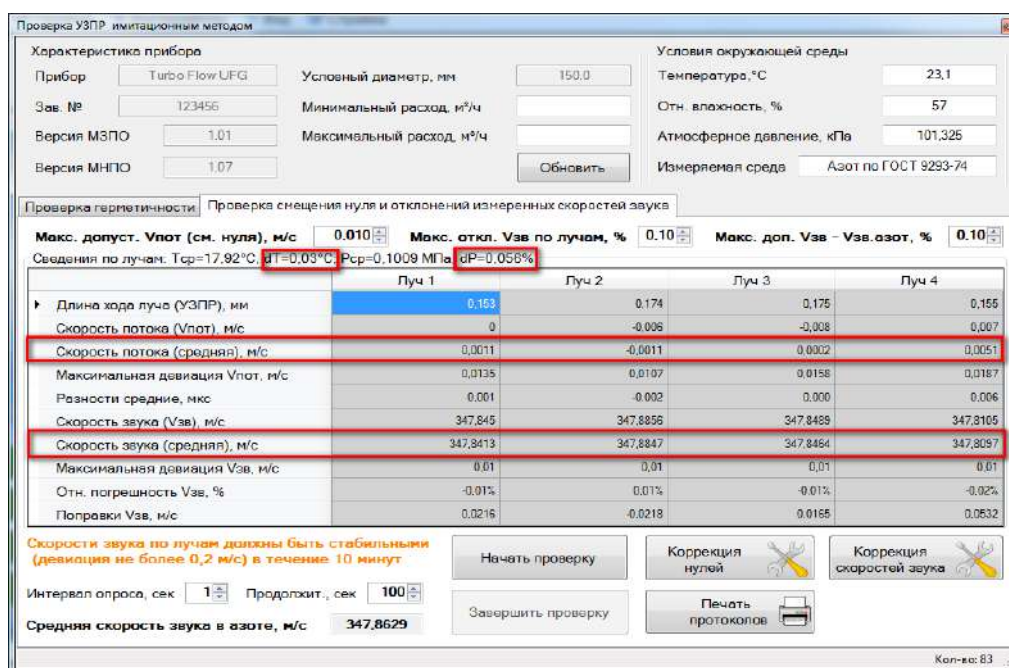

Рисунок 3.1
- 3) В открывшемся окне перейти на закладку «Проверка смещения нуля и измеренных скоростей звука» (рисунок 3.1).